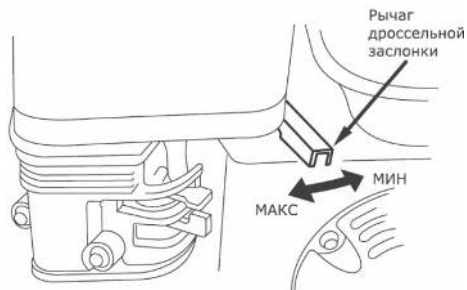

Рис. 9
5. Поверните рычаг дроссельной заслонки на  $\frac{1}{2}$  хода в сторону положения «**Макс**» (Рис. 9).